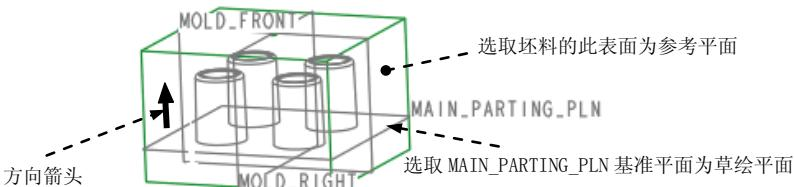

图 25.8 定义草绘平面
Step4. 定义草绘平面。执行命令后，在系统 **选择或创建一个草绘平面** 的提示下，选取图 25.8 所示的 **MAIN_PARTING_PLN** 基准平面为草绘平面。在 **DIRECTION (方向)** 菜单中选择 **Flip (反向)** 命令，然后再选择 **Okay (确定)** 命令，图 25.8 中的箭头方向为草绘的方向。在 **SKET VIEW (草绘视图)** 菜单中选择 **Right (右)** 命令，选取图 25.8 所示的坯料表面为参考平面。